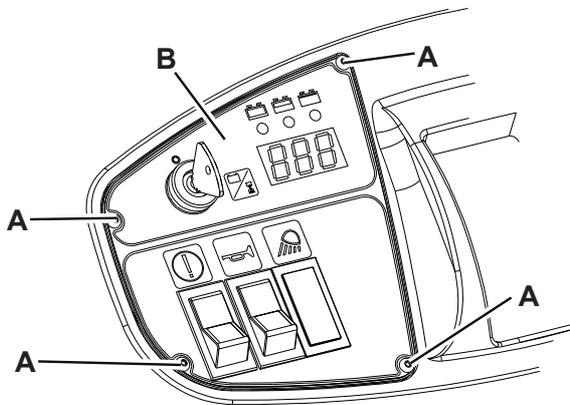

Abbildung 26
8. Sicherstellen, dass den Batteriestecker (25) nicht angeschlossen ist.
9. Stützstange (36) abnehmen und Haube (22) schließen.
10. Schrauben (A, Abb. 26) entfernen und rechtes Bedienpult (B) vorsichtig herausnehmen.
12. Bedienpult (B, Abb. 26) vorsichtig einbauen und mit den entsprechenden Schrauben (A) befestigen.
13. Haube (22) öffnen, Batteriestecker (25) anschließen und Haube (22) wieder schließen.
15. Feststellbremse mit dem Pedal (75) und dem Hebel (68) betätigen.
16. Zündschlüssel (67) abziehen.
17. Haube (22) öffnen und mit der Stützstange (36) sichern.
18. Batteriestecker (25) trennen.
19. Anschlusskabel der Batterien (23) trennen.
21. Überprüfen, ob die Verschlussstopfen (24) der WET-Batterien geschlossen sind, damit keine hochkorrosive Batterieflüssigkeit austritt.